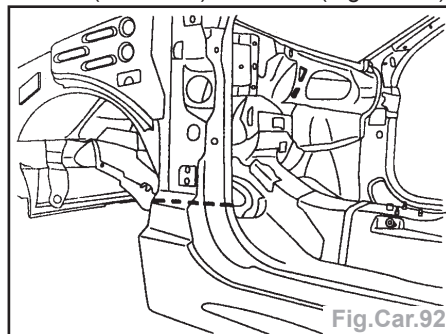

Fig.Car.92
- les coupes par cordons successifs au MIG (suivant C) et meuler (Fig.Car.92),